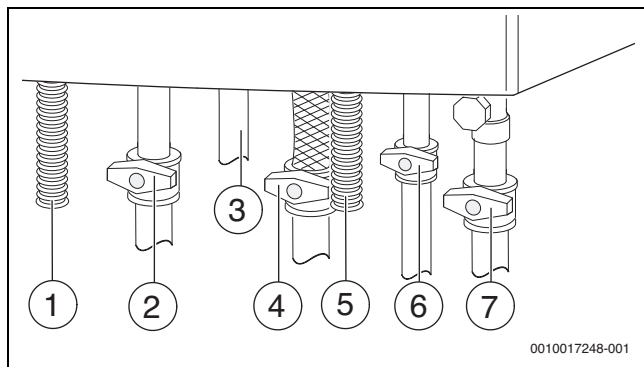

Fig. 32 Racorduri pe partea de gaz și apă (accesorii)
- ▶ Deschideți robinetul pentru apă rece (→ fig. 32) și, apoi, un robinet pentru apă caldă, până când curge apă.
- ▶ Deschideți robinetul pe turul încălzirii și cel pe returul încălzirii (→ fig. 32).